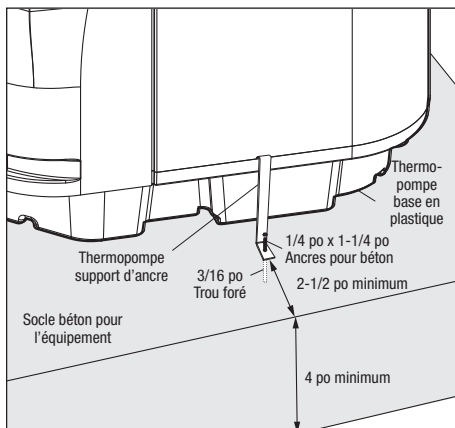

Figure 3. Installation de la bride d'ancrage
3. Placer le crochet de chaque bride sur la lèvres du panneau de base de la thermopompe. Le crochet doit s'insérer entre le rebord du panneau de base et la protection du serpentín de l'évaporateur (voir *Figure 3*).
7. Positionner les brides d'ancrage de sorte que les trous des brides soient au-dessus des boulons d'ancrage. S'assurer que les crochets de serrage sont au-dessus de la lèvres de la base de la thermopompe (voir *Figure 3*).